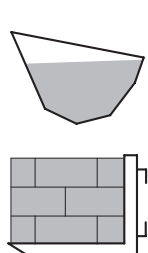

Fig. 1
- Il livello massimo di carico dell'attrezzo non deve superare la parete inferiore nel caso di carico sfuso e l'altezza dello schienale nel caso di carichi unitari (fig. 1).